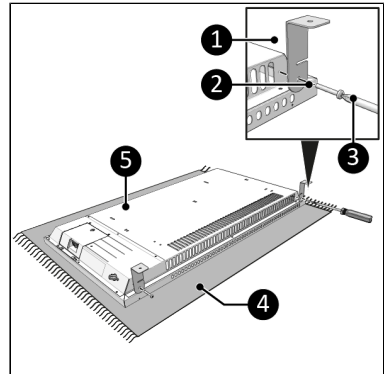

Abbildung 45.
7. Legen Sie das Gerät auf eine stabile weiche Oberfläche (Abbildung 45, Pos. 4).
8. Schrauben Sie zwei Halterungen (Abbildung 45, pos. 1) auf beiden Seiten des Hauptkörpers (Abbildung 45, pos. 5) mit einer kleinen Schraube (Abbildung 45, pos. 2) mit einem Kreuzschlitzschraubendreher (Abbildung 45, pos. 3) fest.